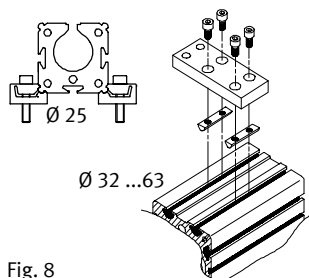

Fig. 8
1. Posizionare i fissaggi del profilo al DGPI(L)-... secondo Fig. 8.